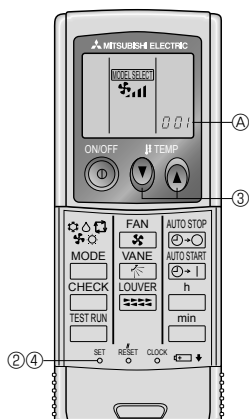

Fig. 6-6
3) Indstilling (Fig. 6-6)
① Indsæt batterier.
② Tryk på SET-knappen med en spids genstand.